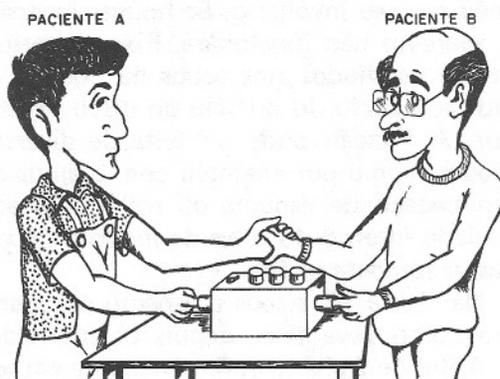

figura 12
c) Outra experiência é feita com duas pessoas. Cada uma enfia o dedo indicador de uma das mãos num dos tubos, conforme mostra a figura 12.